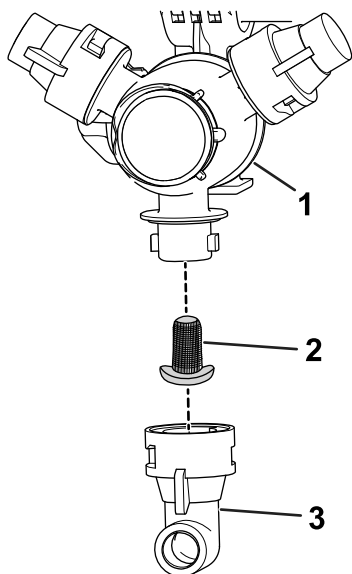

Figure 98
2. Déposez la buse de la tourelle de pulvérisation (Figure 98).
3. Déposez le filtre de buse (Figure 98).
5. Montez le filtre de buse (Figure 98).
6. Montez la buse sur la tourelle de pulvérisation (Figure 98).